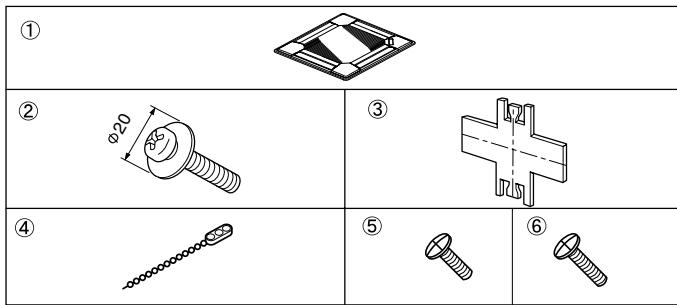

Fig. 5-1 (pulgadas)
5.1. Comprobación de los contenidos (Fig. 5-1)